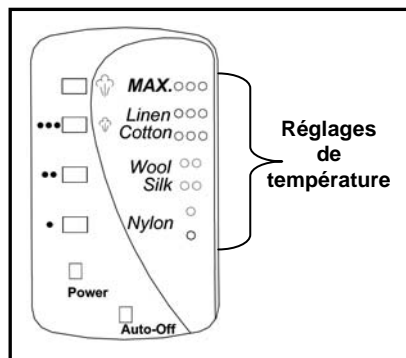

Fig. 6
4. Le témoin à droite du panneau d'affichage à DEL cesse de clignoter lorsque la température désirée est atteinte. (Fig. 6)